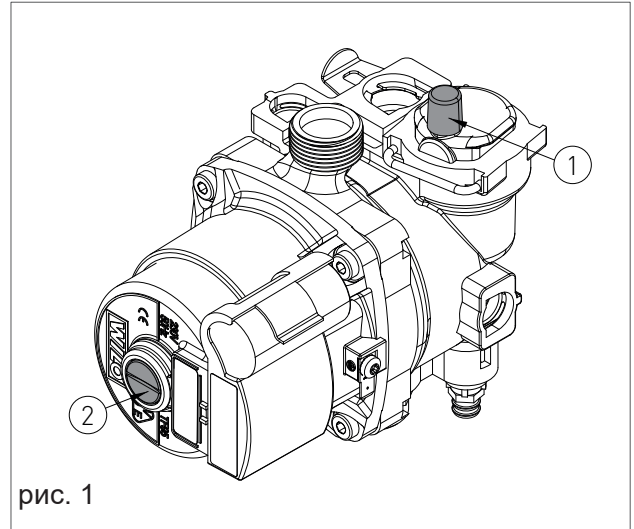

рис. 1
2. Немного ослабьте колпачок автоматического воздухоотводчика (поз. 1 на рис. 1) для сброса воздуха из системы;
6. Отверните колпачок насоса (поз. 2 на рис. 1), чтобы удалить пузырьки воздуха и снова закройте колпачок, чтобы не допустить утечки;